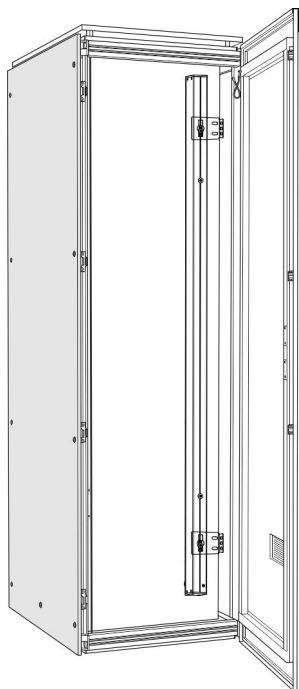

Fig. 16 : Rack avec PDU
4. ➤ Accrocher le PDU aux équerres d'accrochage (Fig. 16).